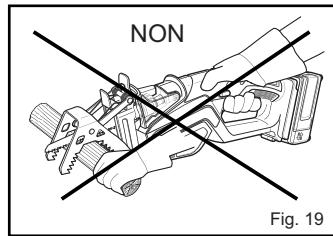

Fig. 19
- Ne tenez pas la pièce à travailler à la main, mais utilisez des pinces adéquates pour la fixer si nécessaire (Fig. 19).
- Mettez le produit hors tension, attendez qu'il s'arrête complètement et retirez le bloc batterie si la lame (13) est bloquée dans la pièce à travailler. Dégagiez alors la lame coincée.